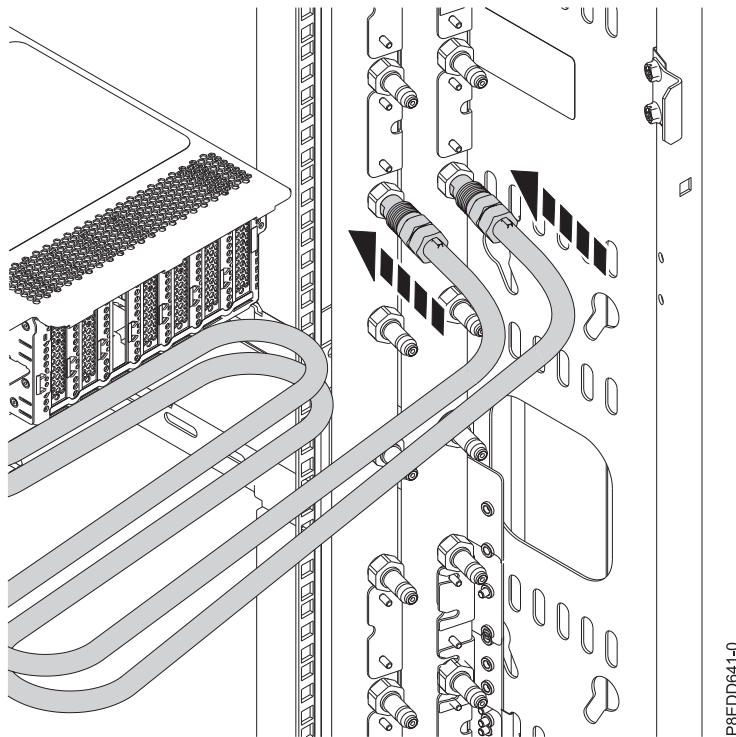

図 44. 冷却水ホースの接続
7. 水冷システムの場合、ラックの背面で冷却水ホースをマニフォールドに接続します (図 44 を参照)。オスのホースをメスのマニフォールド・プラグに差し込み、メスのホースをオスのマニフォールド・プラグに差し込んであることを確認します。